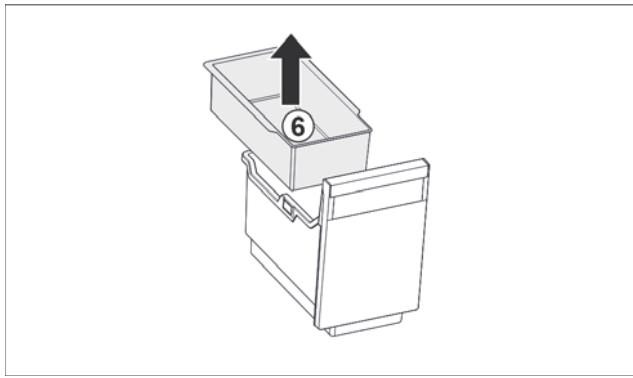

Fig. 29
- Извлеките Fig. 29 (6) подвесной лоток.